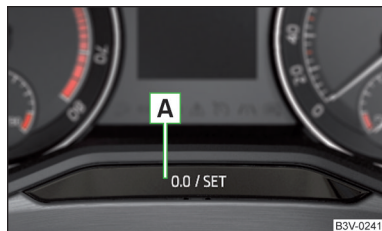

Abb. 46
- › Die Taste **A** > Abb. 46 gedrückt halten, bis im Display der Menüpunkt **Service** angezeigt wird.